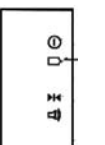

Figure 18
- Le clignotement du symbole de pile sur l'affichage ACL indique que vos piles sont presque déchargées et que vous devez les changer sous peu (Fig. 18).